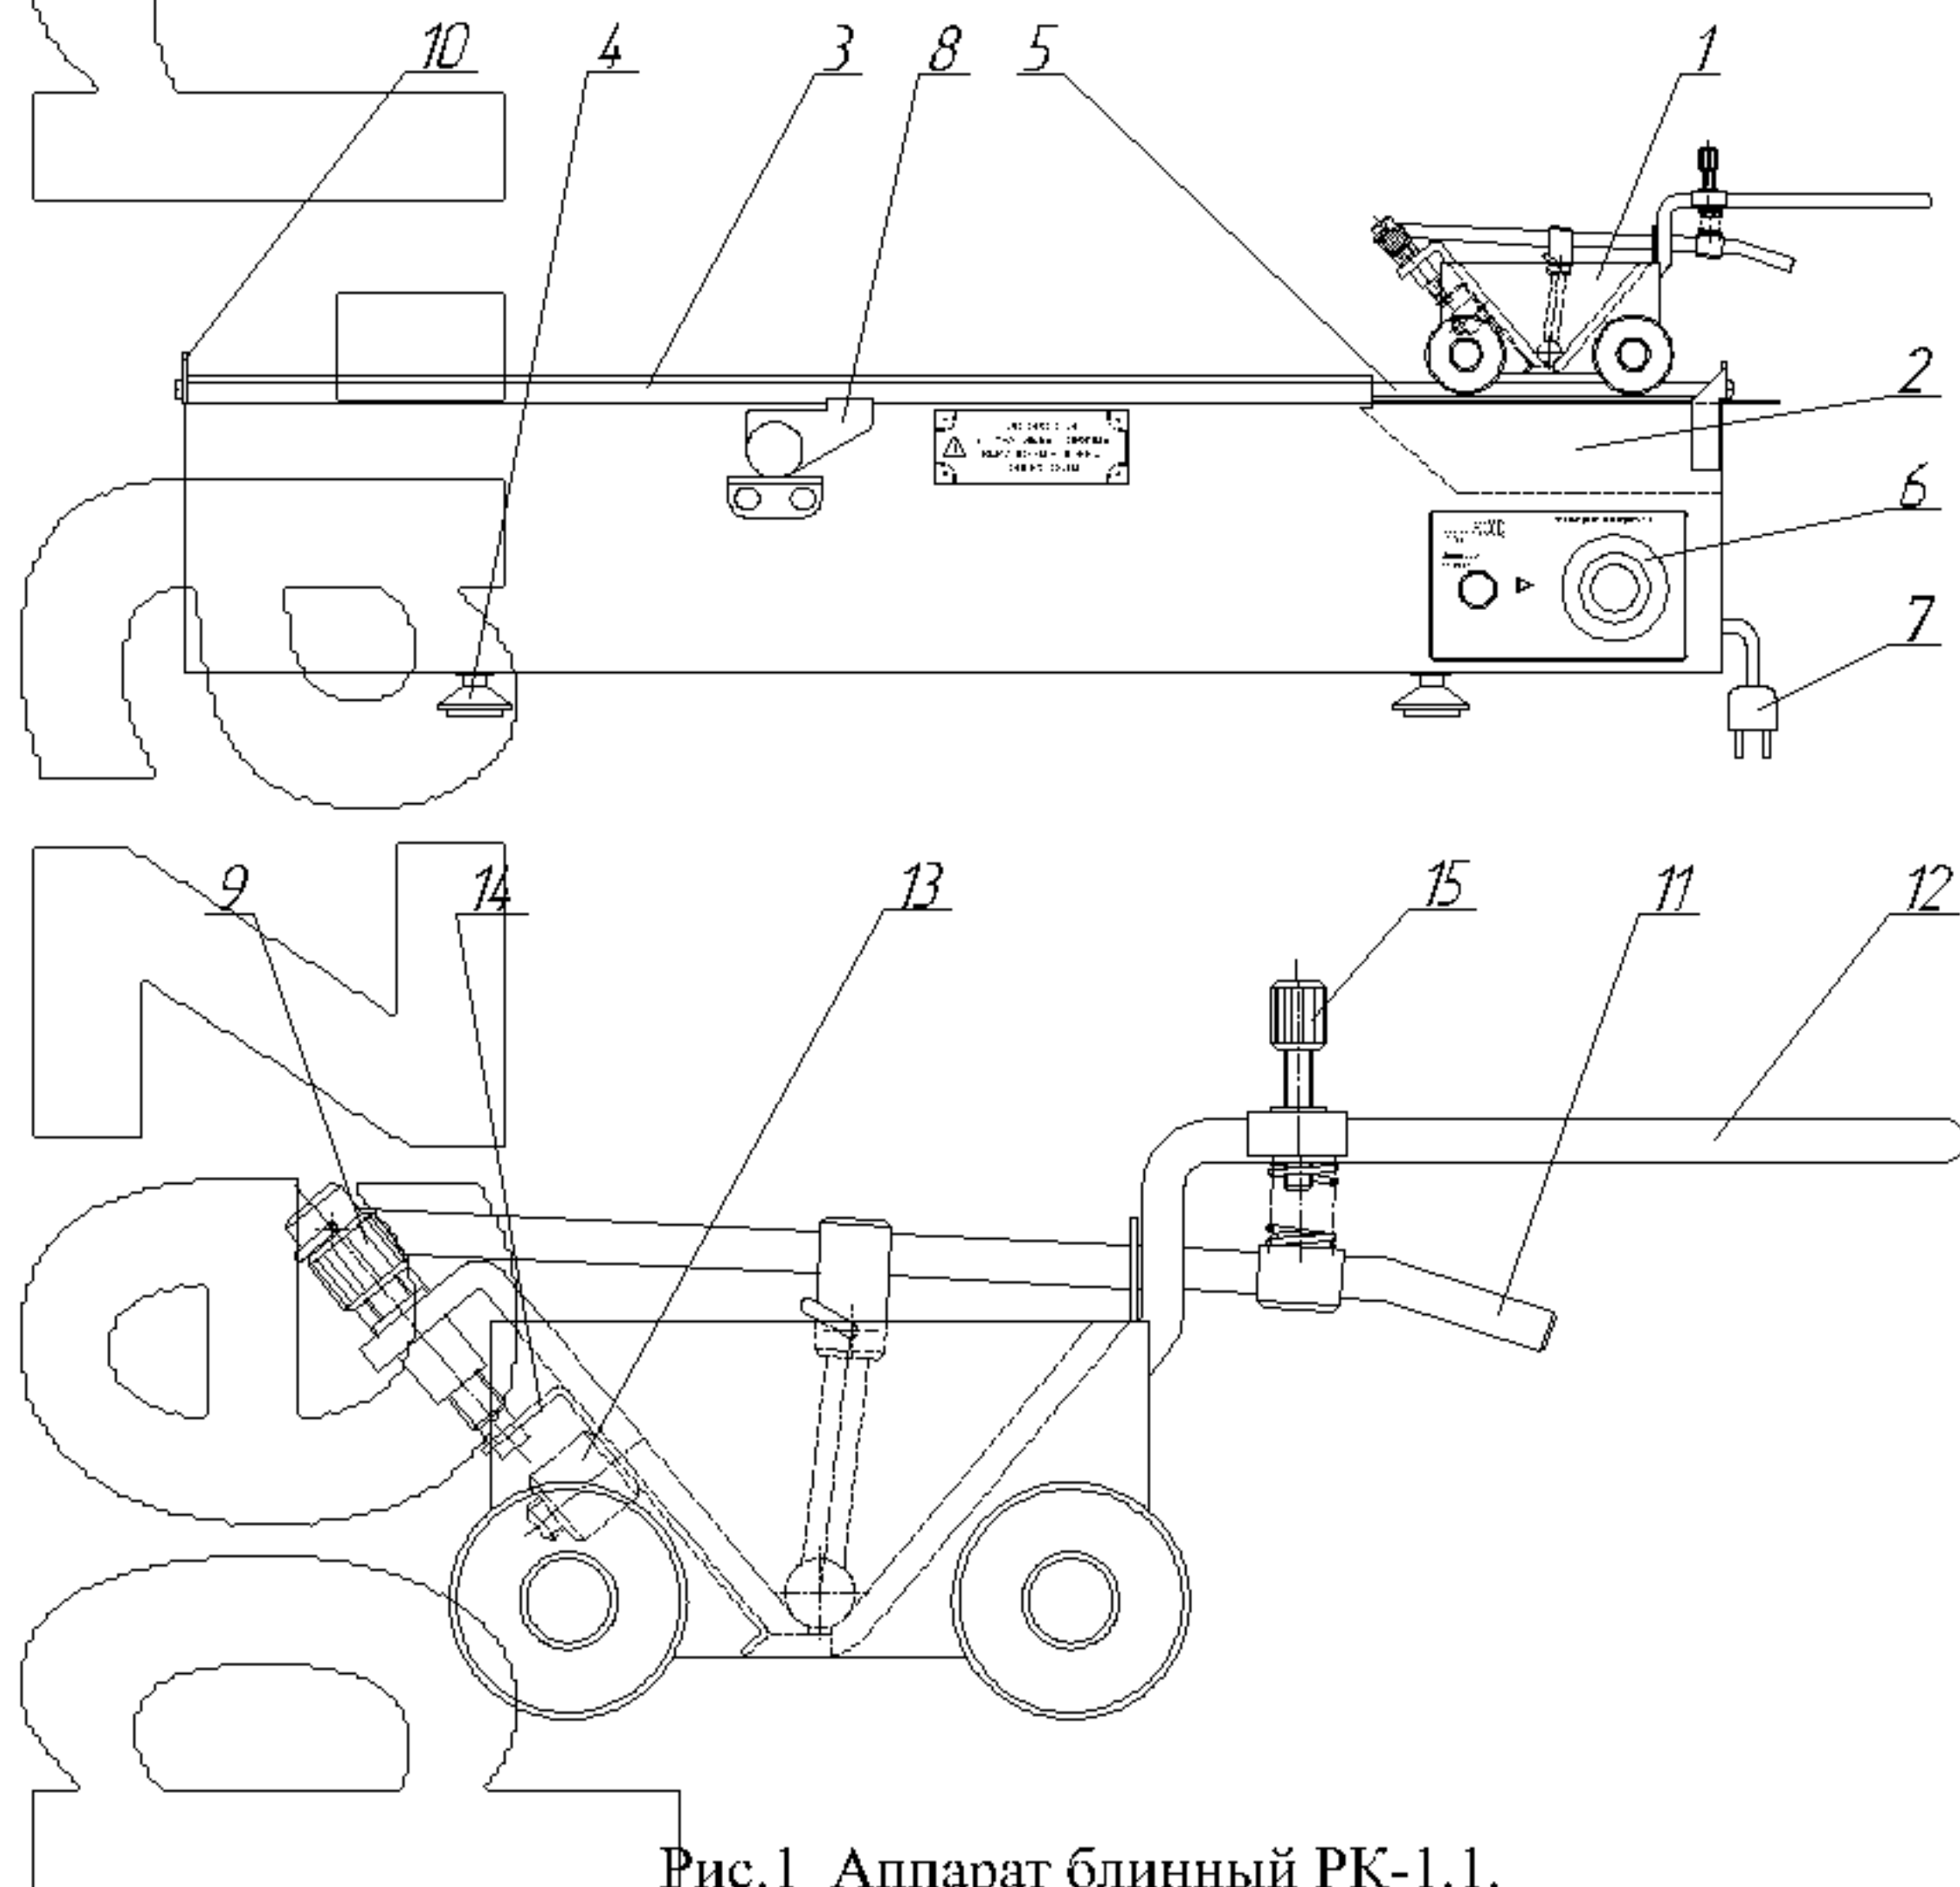

Рис.1 Аппарат блинный РК-1.1.
6.3 Установите на свое место ванночку 2, поставьте каретку 1 на рельсы 5 над ванночкой ручкой вправо, как показано на рис. 1.